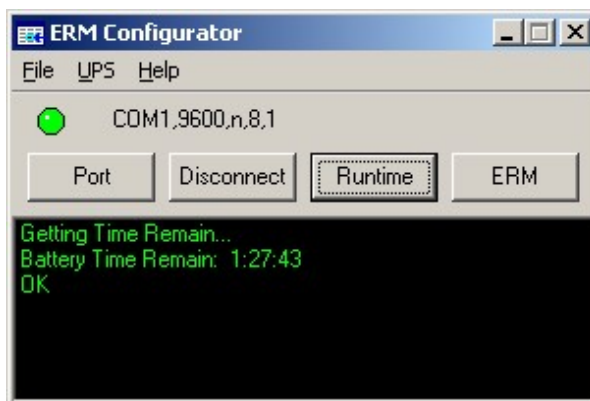

Рис. 7. Определение времени резервирования.
5. Нажмите кнопку «Runtime» для индикации нового времени резервирования в соответствии с проведенной конфигурацией (рис. 7).